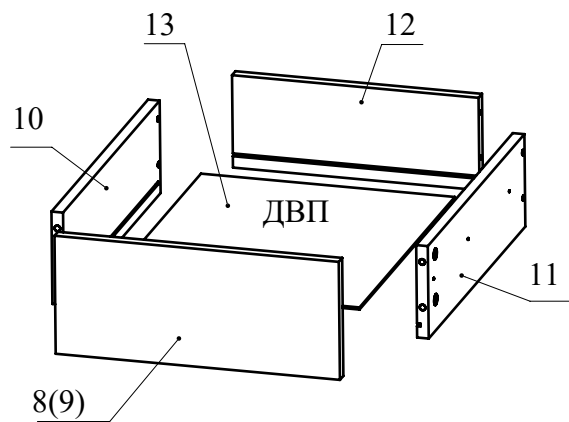

Рис.8
8. Соберите ящик. Для этого соедините детали 10 и 11 с деталью 12 при помощи конфирматов. Вставьте дно ящика 13 из ДВП в пазы деталей 10, 11, 12. Соедините фасад ящика 8 (или 9) с полученной конструкцией и затяните головки минификсов (Рис. 8).